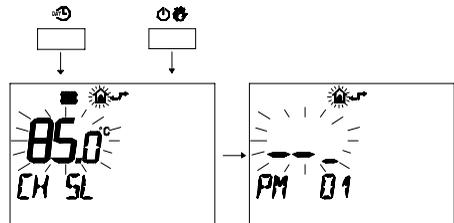

fig. 5.32
- 2 Premere contemporaneamente i pulsanti  e  per entrare nella programmazione trasparente (fig. 5.32)